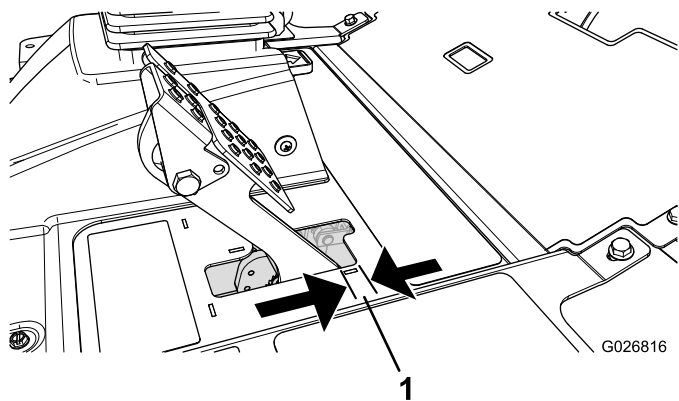

图71
当刹车踏板的自由行程（图71）超过 25cm 时，或需要施加更大保持力时，应调节刹车。自由行程是您感到刹车阻力之前，刹车踏板移动的距离。
2. 紧固后螺母，向后移动拉线，直到刹车踏板的自由行程（图71）达到 6.3~12.7mm，然后锁定车轮。